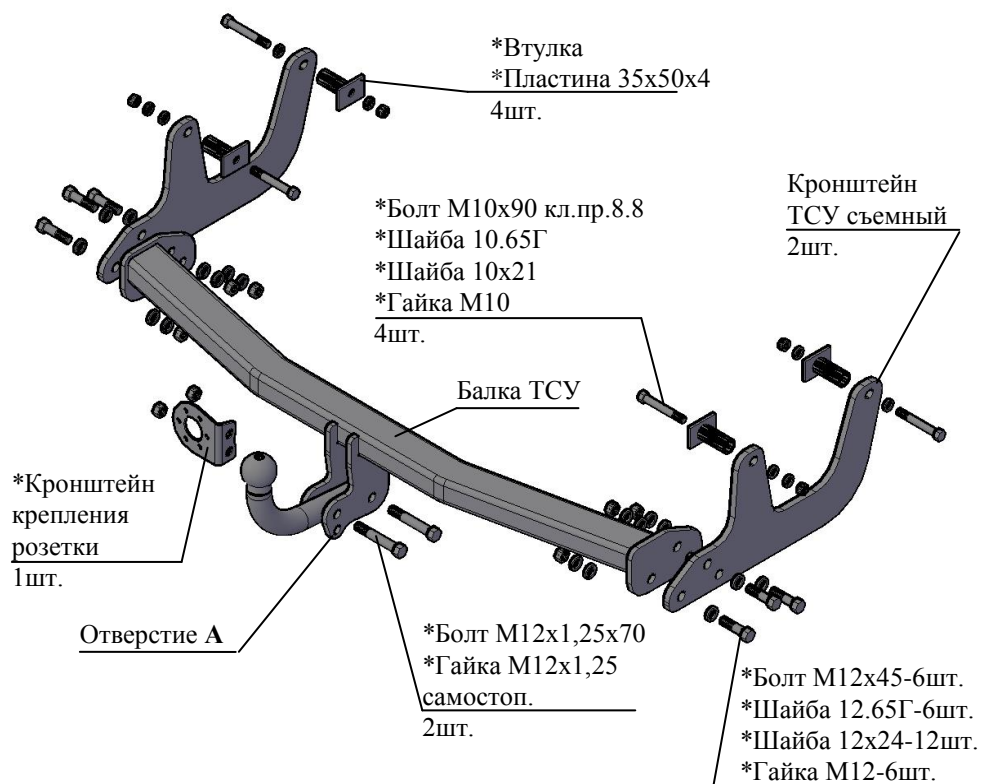

Рис.1 Тягово-сцепное устройство 9030
2.1 ТСУ 9030 в сборе (рис.1)	1 шт.
2.2 Пакет с комплектующими (см. рис.1)	1 шт.
4.2 Закрепить съемные кронштейны ТСУ к наружным полкам лонжеронов а/м болтами М10х90 (кл.пр.8.8), соблюдая положение болтов в соответствии с рис.1. Внутри лонжеронов установить дистанционные втулки. Шайбы 10х21 устанавливать под головки болтов и под гайки со стороны съемных кронштейнов ТСУ. Пластины 35х50х4 установить соответственно рис.1 Крепеж не затягивать.